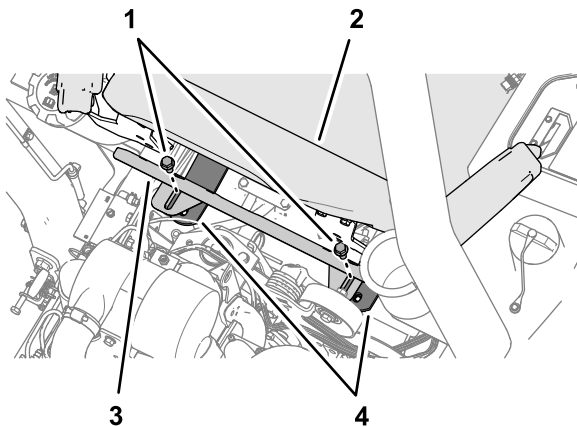

Figura 58
5. En la parte trasera del asiento del operador, alinee las ranuras del protector térmico y los taladros en las pletina del asiento con el separador del tubo transversal (Figura 58).